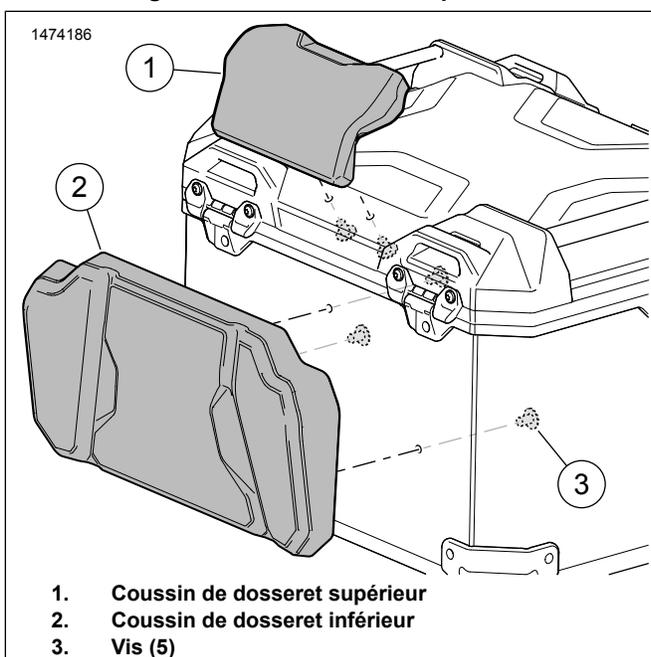

Figure 4. Installer le dossier
6. Voir la Figure 4. Installer le dossieret inférieur (2).
7. Installez les vis (2).
8. Installer le dossieret supérieur (1).
9. Installez les vis (2).
10. Serrez les vis (2).